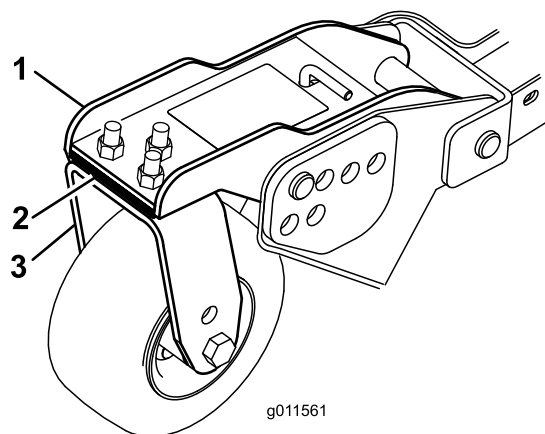

Figura 80
1. Togliete le viti a testa cilindrica e i dadi che fissano il braccio della ruota orientabile alla forcella (Figura 80).